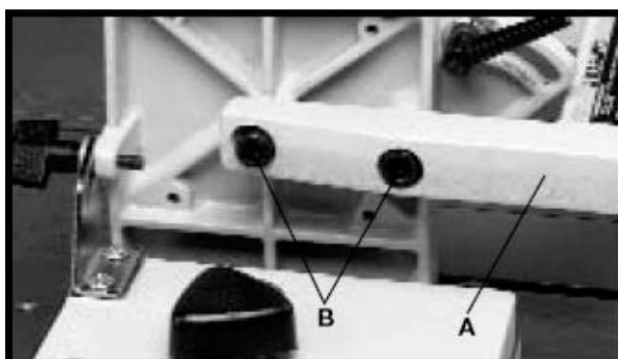

Рисунок 3
2. Прикрутите прижим струбины (А), Рис. 3, к задней части упора двумя винтами с вентур. шестигранником М10х1.5х20 мм (В) с двумя стопорными шайбами М10, как показано на рисунке.